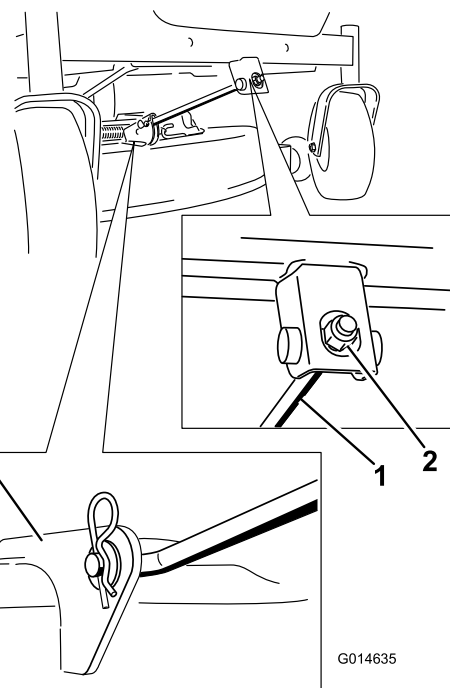

Figure 56
4. Retirez la goupille fendue de la tige de support avant et déposez la tige du support de tablier (Figure 56). Abaissez doucement l'avant du tablier de coupe au sol.
6. Fixez la tige de support avant au tablier de coupe à l'aide de l'axe de chape et de la goupille fendue (Figure 56).